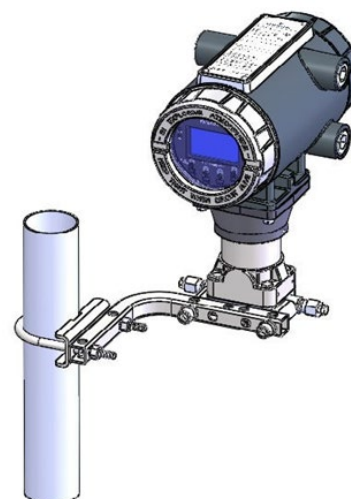

Figure 6. FB1100 avec montant Coplanar
- Le FB1100 se monte directement sur un manifold installé sur la tuyauterie (au moyen d'un montant Coplanar), ou indirectement sur un tuyau ou un poteau. Reportez-vous aux *Figures 6 et 7*.